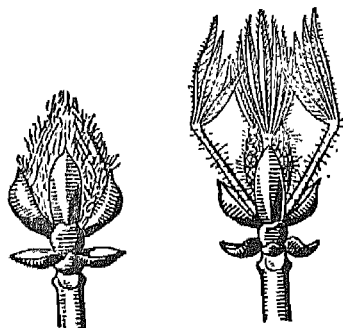

Fig. 7. — L'éclosion d'un bourgeon de Marronnier.
4. Observez des *bourgeons* de Marronnier en voie d'éclosion, au printemps. Chacun d'eux était protégé par des écailles, s'écartant pour laisser sortir le jeune rameau feuillé contenu dans le bourgeon à l'état d'ébauche. Suivez ce développement. Cela est facile : il suffit de placer, dans un verre d'eau, la base d'un rameau pourvu de son bourgeon terminal (fig. 7).
| <ol style="list-style-type: none"><li>1. Le besoin d'eau des plantes. Laissez un pied de Haricot cultivé en pot sans l'arroser pendant plusieurs jours. Qu'arrive-t-il quand la terre devient sèche ? Comparez l'aspect de la plante à celui d'une autre dont le pied est maintenu humide.</li><li>2. Le rôle des poils absorbants. Répétez l'expérience de la fig. 3 avec un jeune plant de Haricot.</li><li>3. La montée de la sève brute dans les tiges. Sectionnez une tige de Vigne, ou d'arbre fruitier, au printemps, puis observez les « pleurs » formés par la sève montante.</li><li>4. La transpiration des plantes. Répétez l'expérience de la fig. 5.</li><li>5. La chlorophylle, le sucre et l'amidon. Observez des feuilles vertes, colorées par la chlorophylle, des feuilles étiolées. Qu'arrive-t-il quand on recouvre une salade d'un pot à fleurs ? Comment fait-on blanchir la Chicorée, les Endives, le Céleri ?</li></ol> | <p>Constatez, d'après la saveur, la présence du sucre dans de nombreuses plantes : betterave, carottes, fruits. Posez une goutte de teinture d'iode sur une tranche de pomme de terre. Remarquez la tache violette produite par l'amidon de la pomme de terre, au contact de l'iode. Refaites la même expérience avec de la mie de pain. Conclusion ?</p> <ol style="list-style-type: none"><li>6. Le rôle de la sève élaborée. Observez un tronc d'arbuste sur lequel a été réalisée une décortication annulaire. Dites dans quel sens circulait la sève élaborée capable d'engendrer de nouveaux tissus ?</li><li>7. Les réserves nutritives. Observez des organes gorgés de réserves nutritives. À quoi serviront plus tard ces réserves ?</li><li>8. La respiration des plantes. Répétez l'expérience de la fig. 7 avec un pied de Haricot.</li></ol> |